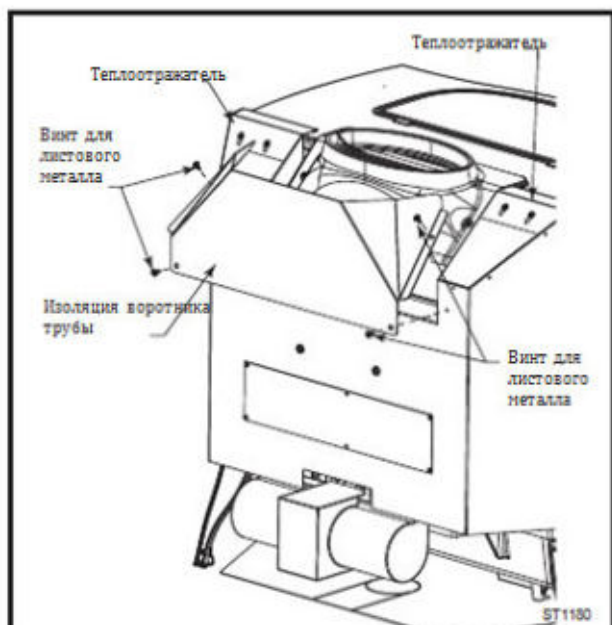

Рис. 16 Установка тепловой изоляции воротника трубы
Если вы приобрели дополнительный вентиляционный набор, то вы, возможно, решите установить теплоотражатель, который будет направлять тепло через верхнюю часть печи. (Рис. 16) Открутите два болта с каждой стороны и поднимите или опустите отражатель. После установки затяните болты.
**Внимание:** Тепловая изоляция считается обязательной для воротника трубы печи Defiant. Используйте 4 винта для листового металла для закрепления тепловой изоляции воротника трубы к задней стороне печи. (Рис. 16)